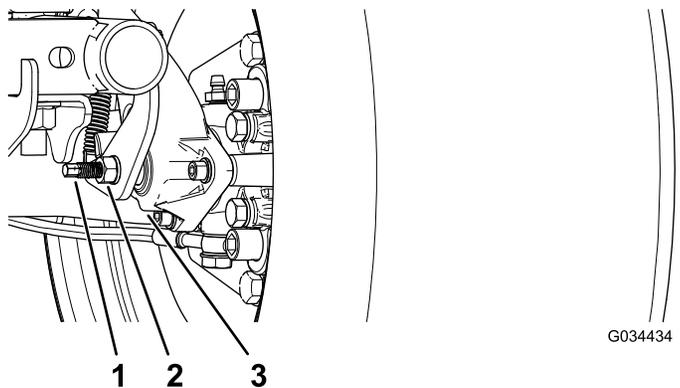

Рисунок 62
3. Используя два ключа, удерживайте регулировочный штырь на суппорте одним ключом и ослабьте контргайку на $\frac{1}{4}$ оборота другим ключом (Рисунок 62).
4. Удерживая регулировочный штырь и контргайку на месте, поверните регулировочный штырь для затягивания (Рисунок 62).
5. Удерживая регулировочный штырь и контргайку на месте, отверните штырь на $\frac{1}{4}$ оборота (Рисунок 62).
6. Удерживая регулировочный штырь и контргайку на месте, затяните контргайку (Рисунок 62).